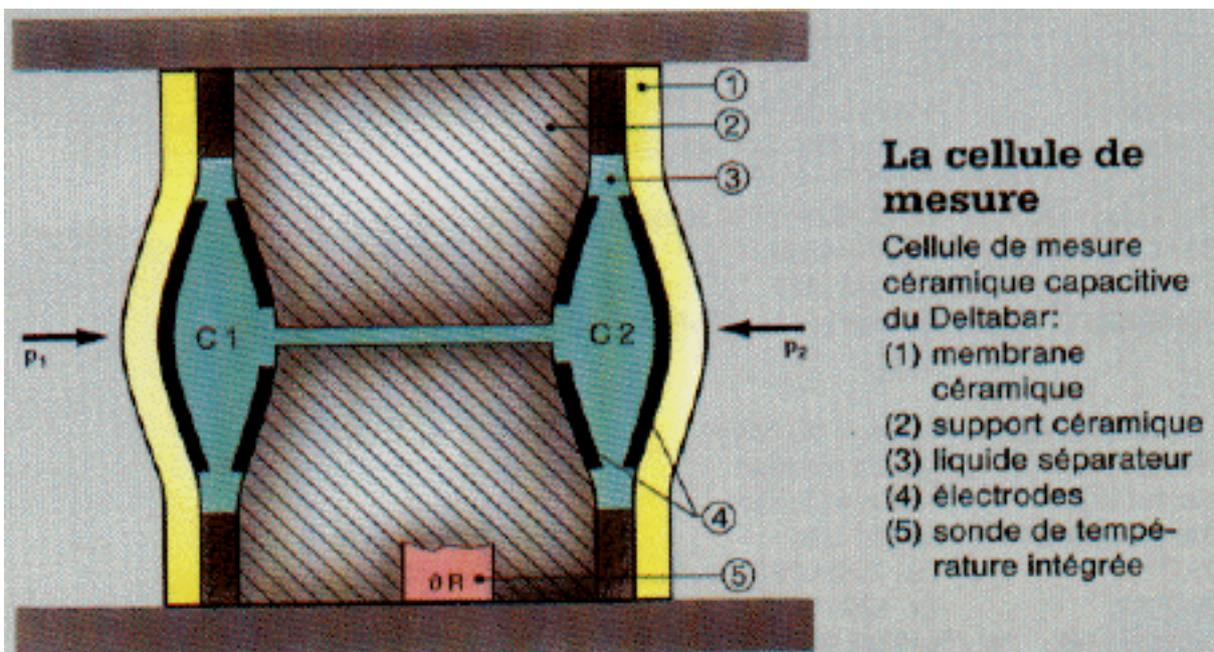

Figure 10 – Capteur de pression différentielle - Vue en coupe
**Cas des capteurs de pression différentielles :** Les pressions P1 et P2 sont transmises par l'intermédiaire d'une huile de silicone à la membrane déformable, ce qui entraîne une variation de la capacité entre les armatures et la membrane déformable (figure 10).